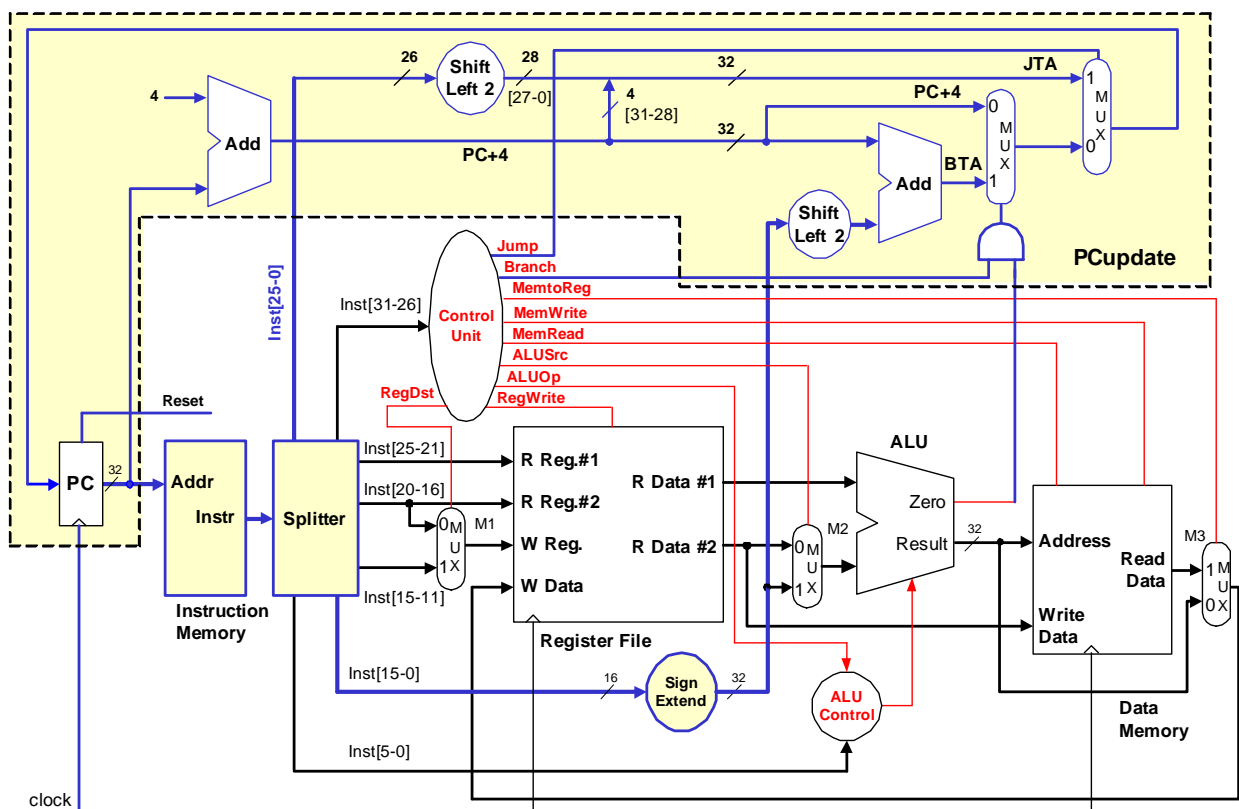
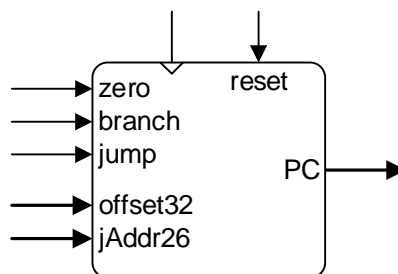
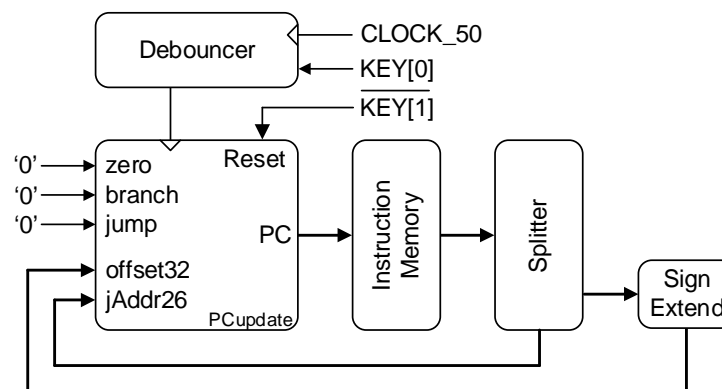

Figura 1. *Datapath single-cycle* com os módulos a implementar nesta aula desenhados com fundo colorido e as ligações a azul.
Figura 2. Módulo de atualização do PC.
Figura 4. Diagrama mostrando os blocos, e respectivas interligações, a implementar nesta aula.
O módulo que se pretende implementar está representado na Figura 2 e tem como objetivo a atualização do registo *Program Counter* (PC) em função de um conjunto de sinais provenientes da unidade de controlo. Este módulo deve apresentar o mesmo comportamento lógico que o conjunto de blocos representado na Figura 1 na zona sombreada (delimitada pela linha tracejada). Recorde-se que o registo *Program Counter* fornece o endereço da instrução a ser lida da memória de instruções (memória ROM).
Após o desenvolvimento e teste dos 4 módulos descritos, passamos agora ao início da construção do *datapath single-cycle*, tomando como referência o diagrama da Figura 1 e o diagrama simplificado da Figura 4. Para tal, terá que ser criado um novo ficheiro onde se fará a instanciação e a interligação desses módulos, e que constituirá o *top-level* do projeto. Para a implementação deste módulo deverá fazer a instanciação e a interligação usando VHDL.
1. Crie um novo ficheiro VHDL ("mips\_single\_cycle.vhd") onde deverá instanciar e interligar a memória de instruções, o módulo de atualização do PC, o extensor de sinal e o módulo de separação dos campos da instrução (ver Figura 4). O sinal de *clock* deve ser ligado, através do *debouncer*, a um pulsador (**KEY[0]**) da placa de desenvolvimento. O sinal de *reset* deve ser ligado à tecla **KEY[1]** (não se esqueça de inverter este sinal).